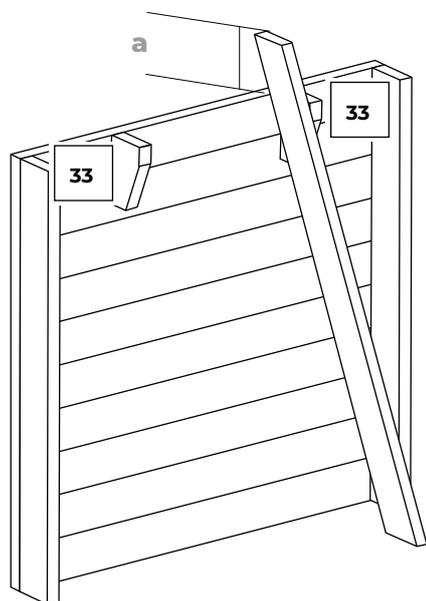

Fig. 24
- Recoupez les limons de l'échelle en reportant la dimension a figure 24 au bas du limon de l'échelle et sciez la partie a extraire.